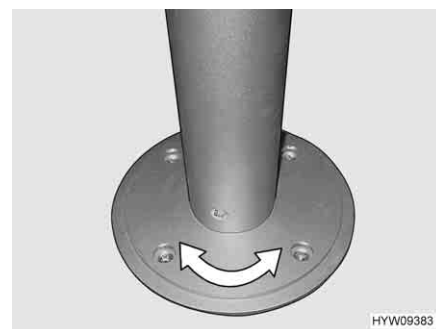

Fig. 64 Piede del tavolo a colonna (girevole)
- Ruotare il piano del tavolo nella posizione desiderata. A tale scopo occorre esercitare abbastanza forza, poiché il piano del tavolo ruota incontrando resistenza di attrito sul piede del tavolo a colonna (Fig. 64).